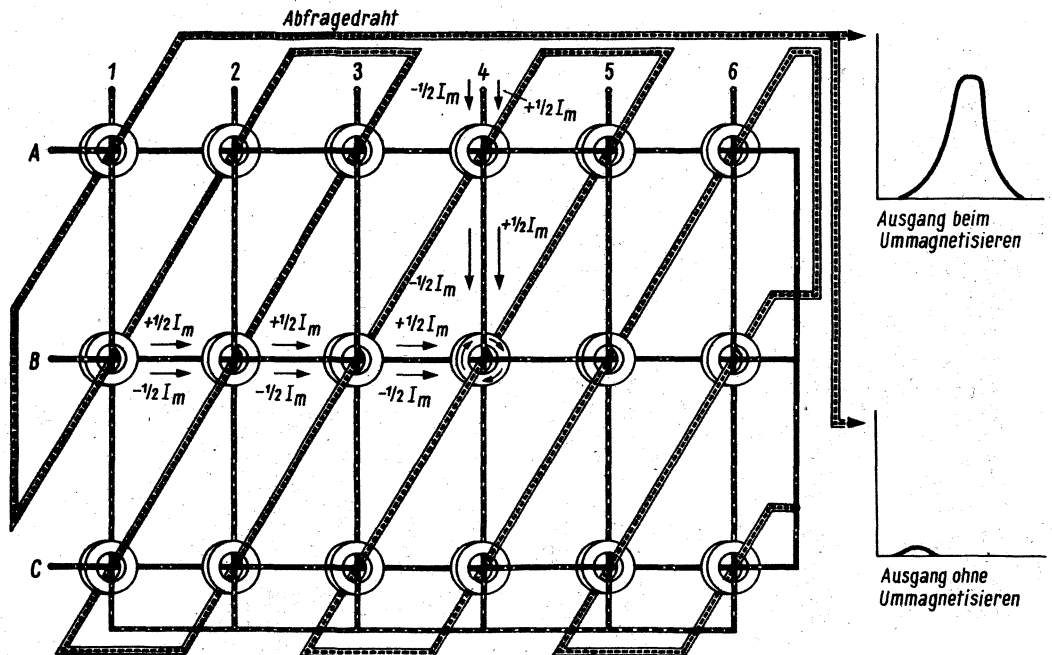

Bild 5. Einspeisung einer Information im Koordinatenpunkt B 4, Herauslesen der Information durch Abfragedraht
Beim Herauslesen der Speicherinformation muß der Magnetzustand (Feldrichtung) der Kerne erkundet werden. Hierzu ist es notwendig, einen Abfragedraht gleichzeitig durch alle Kerne zu schieben (Bild 5).
Beim Dateneingeben wurde im Koordinatenpunkt B 4 im Bild 5 gespeichert, hier soll nun die binäre Ziffer abgefragt werden: Der Lesevorgang ist zunächst gleich dem Einspeisen der Ziffern, nur der Abfragestrom ist immer negativer Polarität!
Über die Drähte B und 4 schicken wir je $-\frac{1}{2} I$ (Abfragestrom). Im Kreuzungspunkt B 4 ergibt sich minus I_{gesamt} . Gehen wir im ersten Fall davon aus, daß Kern B 4 eine binäre L (1) trägt. Das Feld des Kerns ist rechtsgerichtet. Es wurde von einem positiven Speicherstrom erzeugt. $-I_{\text{gesamt}}$ (Abfragestrom) muß daher eine Magnetfeldänderung im Kern erzeugen. Der Abfragedraht wird von dem sich ändernden Kernfeld durchflutet; dieser Vorgang induziert im Abfragedraht eine Spannung von erheblicher Höhe. In Bild 5 ist dies dargestellt.